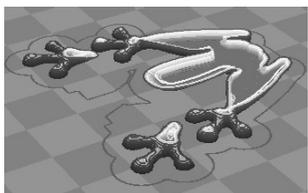

图 3-92 粘附平台类型为“无”
- 无：即不创建粘附平台。如果打印机的打印平台调得很平，且其上的高温胶带或者美纹纸没有被撕坏，可以使用“无”选项，如图 3-92 所示。